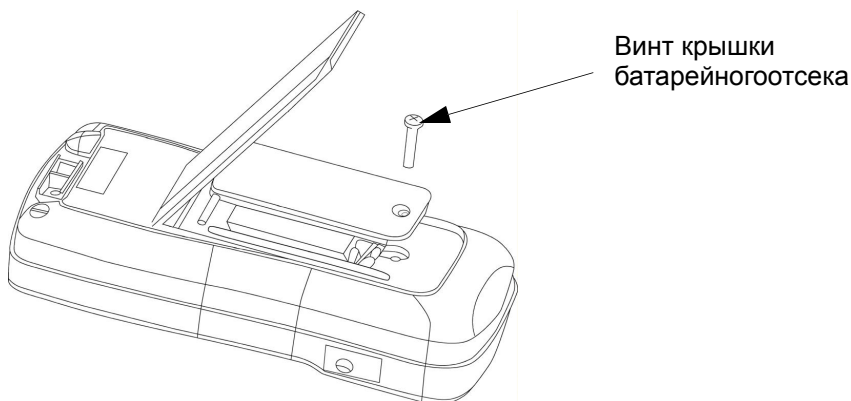

Рисунок 4-1 Замена батареи
- 2 Выверните винт крышки батарейного отсека (см. Рисунок 4-1).